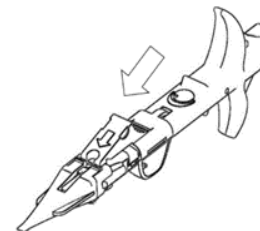

Fig.5
7. Avanzare la sicura rossa finchè non scatta per bloccare l'ugello della cartuccia e allo stesso tempo rilasciare l'asta di spinta, come illustrato in Fig. 5. Evitare una pressione prematura dell'asta, considerando che essa è libera dopo questa operazione.